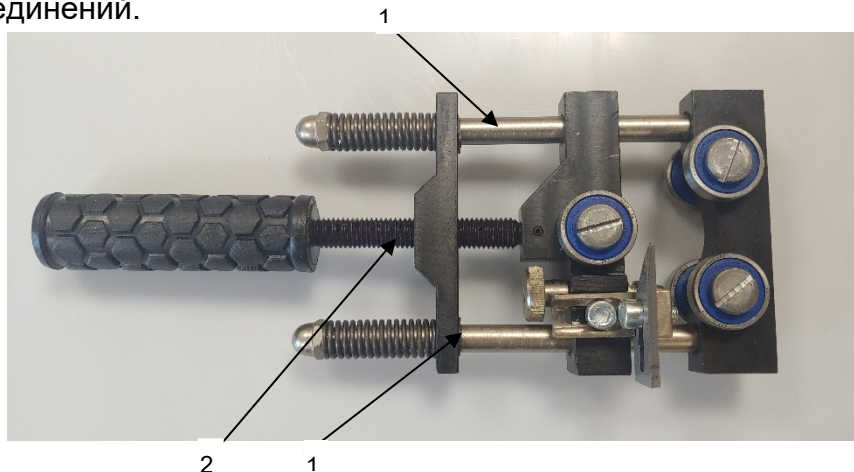

Рисунок 2
- Смазку устройства согласно рис.2 табл.2